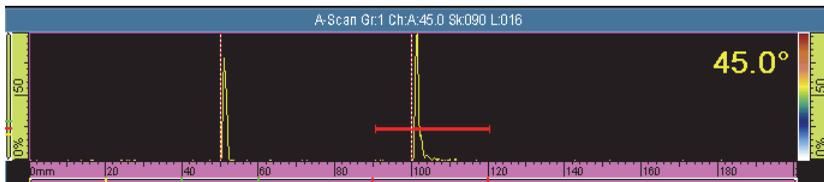

Figure 5-4 Réglage de la porte sur le second signal
- a) Aux paramètres **Départ** et **Largeur**, entrez des valeurs qui vous permettent de régler la porte A sur le second signal, de la même façon que vous avez fait pour le premier signal (voir la Figure 5-4 à la page 132).